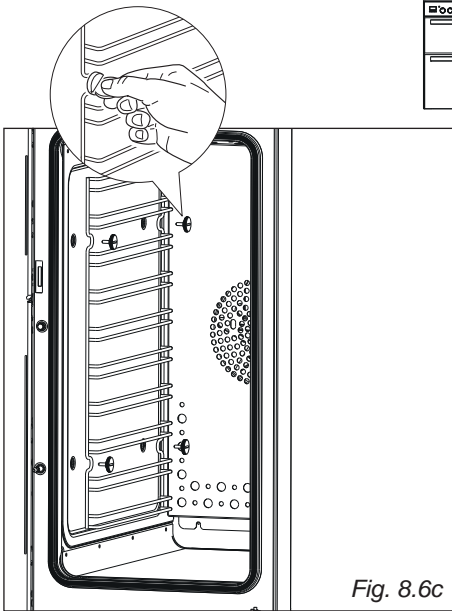

Fig. 8.6c
- Monter les châssis latéraux, en les fixant aux parois du four par 2 vis (figs. 8.6a, 8.6b; 4 vis fig. 8.6c).